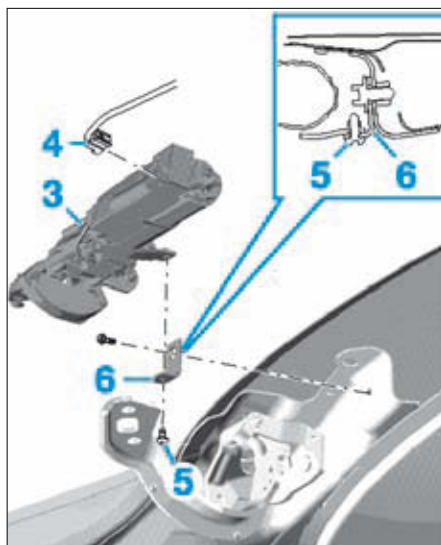

FIG. 102
- Débrancher le connecteur électrique (4) du moteur (3) (Fig.102).
- la vis (5) du support (6),